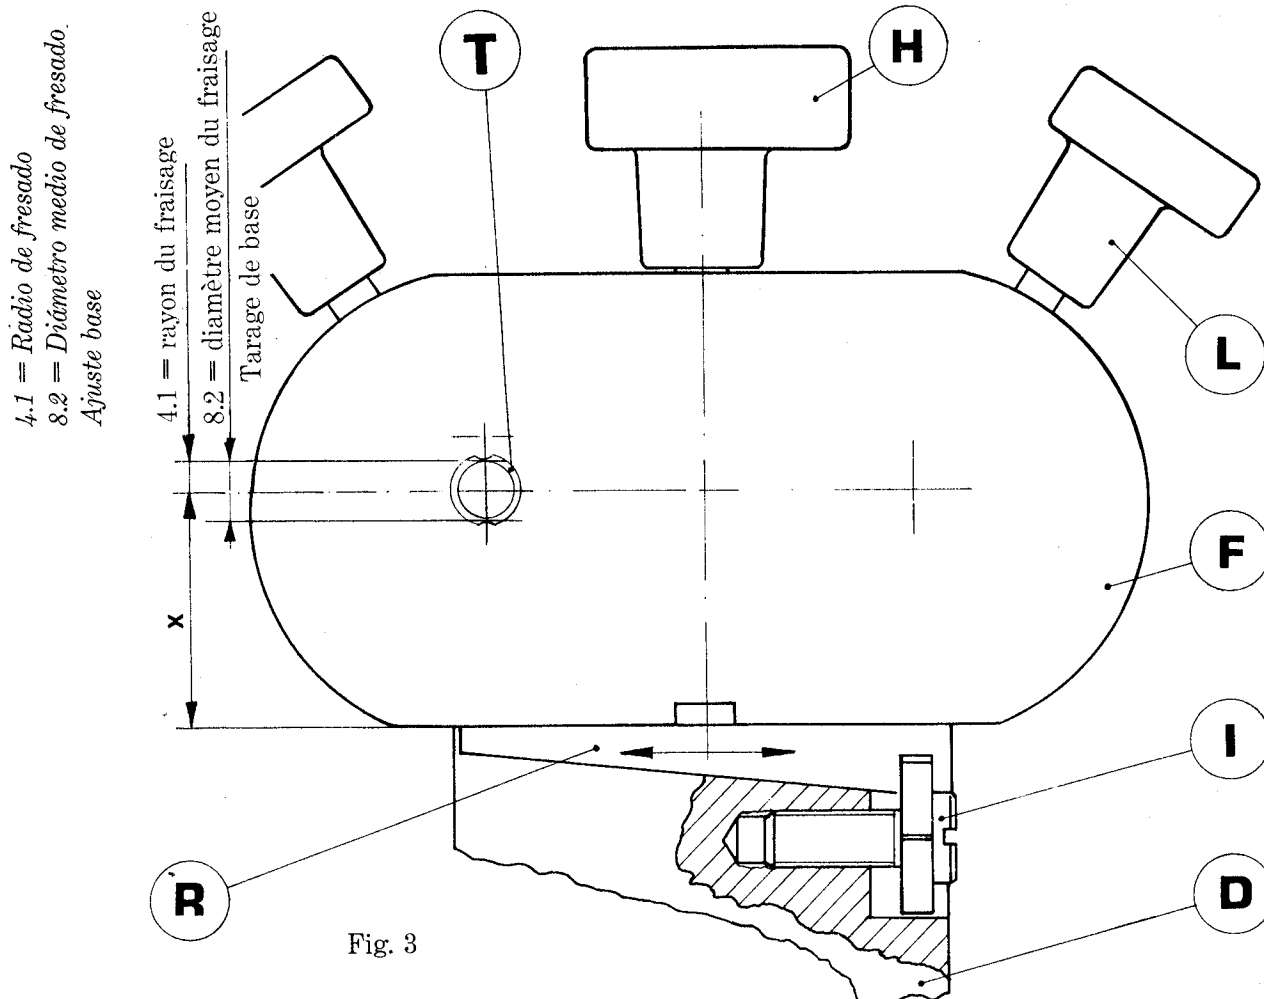

Fig. 3
Le dispositif permet le chiffage de clés tubulaires avec diamètre extérieur de minimum 9,20 mm. et maximum 10,20 mm. comprenant toute la série des clés tubulaires du type CHICAGO (7 chiffreages centraux, 7 chiffreages déplacés à droite, 7 chiffreages déplacés à gauche, 8 chiffreages ACE, 8 chiffreages FORT, 8 chiffreages SEGAL, 9 chiffreages NATIONAL, KESET, 5 chiffreages CENTURY, 10 chiffreages SIDLEEN) les clés tubulaires du type CORTELLEZZI, les clés tubulaires du type MERONI et éventuellement d'autres types de clés qui rentrent dans les diamètres mentionnés. Les variations de hauteur consenties par le déplacement du coin (R) (fig. 3) offrent la possibilité d'obtenir le chiffage échelonné (entailles dans les entailles) et les chiffreages majorés (MASTER).
El dispositivo permite el cifrado de llaves tubulares con diámetro exterior mínimo de 9,20 mm hasta llegar a un diámetro máximo de 10,20 mm comprendiendo toda la serie de llaves tubulares tipo CHICAGO (7 cifrados centrales, 7 cifrados hacia la derecha, 7 cifrados hacia la izquierda, 8 cifrados ACE, 8 cifrados FORT, 8 cifrados SEGAL, 9 cifrados NATIONAL, KESET, 5 cifrados CENTURY, 10 cifrados SIDLEEN), las llaves tubulares tipo CORTELLEZZI, las llaves tubulares tipo MERONI y eventuales otros tipos de llaves dentro de los diámetros sobredichos. Las variaciones en alturas consentidas por el desplazamiento de la cuña (R) (fig. 3) permiten obtener los cifrados a grado (talladuras dentro de las talladuras) y los cifrados aumentados (MASTER).
Comme indiqué dans la fig. 3, la mise au point de la machine prévoit une dimension (X) entre le plan supérieur du coin (R) et l'axe de rotation de la clé (T) dans le dispositif (F) et un rayon de 4,1 mm., égal à un diamètre de noyau de la clé de 8,2 mm. et correspondant au zéro de l'index (P). Il pourrait y avoir le cas d'une clé dont le diamètre du noyau supérieur (ex. CHICAGO MAS. mm. 8,65) ou inférieur (ex. FORT MAS. mm. 7,62).
El ajuste de la máquina prevee (véase fig. 3) una cota (X) entre el plano superior de la cuña (R) y el eje de rotación de la llave (T) en el dispositivo (F) y un radio de 4,1 mm igual a un diámetro de fresado de la llave de 8,2 mm y correspondiente al cero del índice (P). En caso de que una llave tenga un diámetro de fresado superior (ejemplo: CHICAGO MAS. 8,65 mm) o inferior (FORT MAS. 7,62 mm), hay que proceder de la siguiente manera:
1. Aflojar el puño (H).
2. Girar el tornillo (I) en un sentido u otro según la necesidad, teniendo cuidado que cada giro completo del tornillo corresponde a una variación de altura de 0,1 mm.
3. Obtenida la variación deseada, bloquear de nuevo el puño (H).